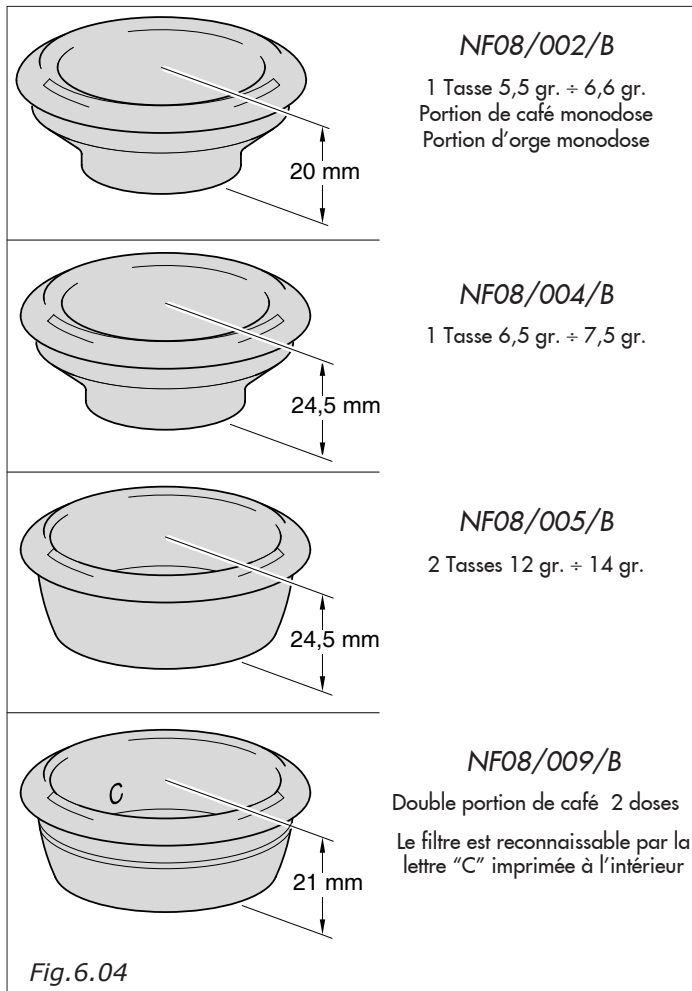

Fig.6.04
Selon les quantites de cafe moulu, il faut utiliser le filtre comme indique (Fig.6.04) pour eviter que, une fois le filtrage termine, le marc de cafe reste colle au groupe de distribution.
- Sélectionner le filtre correct et l'insérer dans le porte-filtre, utiliser les filtres petits pour une tasse et le filtre grand pour deux tasses. (Fig.6.04).